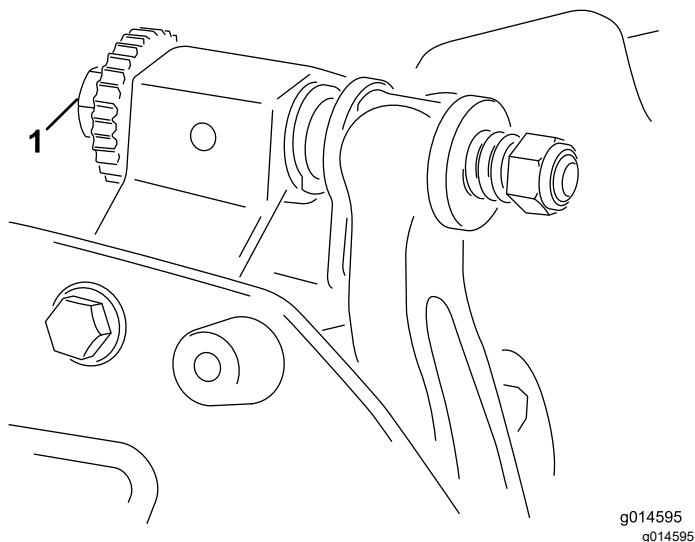

Рисунок 5
- A. Обертайте регульовальні гвинти планки нерухомого ножа за годинниковою стрілкою (Рисунок 5) по одній поділці за раз, доки не відчуєте та не почуєте легкий контакт.
6. Обертайте правий регулювальний гвинт планки нерухомого ножа (Рисунок 5), доки не відчуєте легкий опір на прокладці під час її переміщення вліво-вправо. Вийміть прокладку.